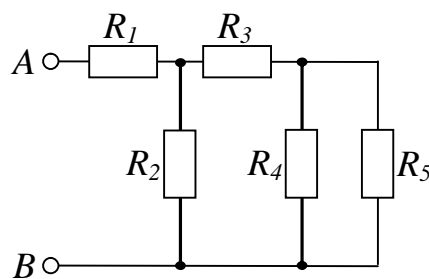

Рис. 1.9
**1.27.** Визначити еквівалентний опір електричного кола, зображеного на рис. 1.9, якщо  $R_1 = 2,5$  Ом,  $R_2 = 6$  Ом,  $R_3 = 2$  Ом,  $R_4 = 1,5$  Ом,  $R_5 = 3$  Ом.